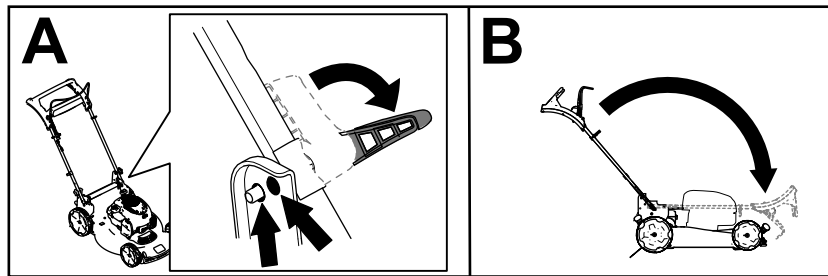

Figure 19
2. Déverrouillez le guidon jusqu'à ce que la moitié supérieure bouge librement (A de la Figure 19).
3. Rabattez le guidon complètement en avant (B de la Figure 19).